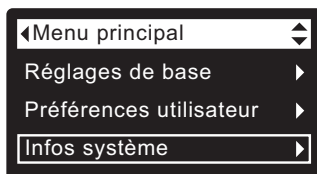

FIG. 60
1. À partir d'un écran d'état dynamique, appuyez sur le **SÉLECTEUR (O)** pour afficher le **Menu principal**.
2. Appuyez sur le bouton **BAS (▼)** pour faire défiler les options du menu et mettre en évidence **Infos système** (cf. Figure 60).